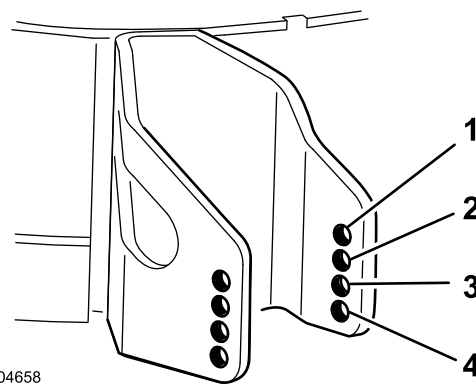

Figura 23
- Scegliete il foro in modo da posizionare il rullo antiscalpo all'altezza di taglio corrispondente più vicina all'altezza richiesta (Figura 23).